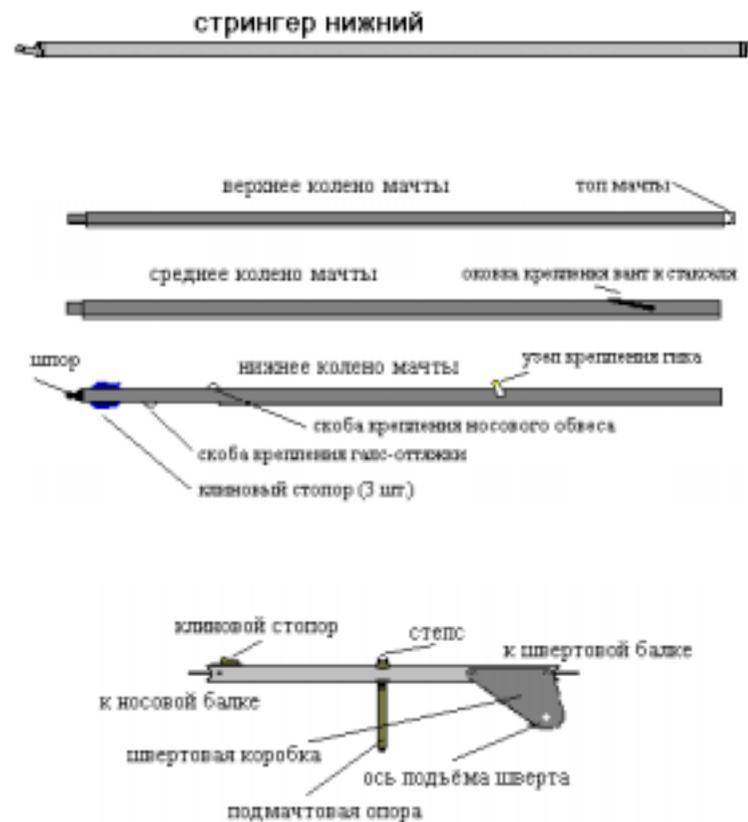
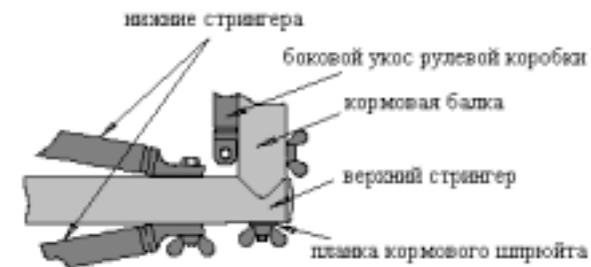

рис.2. Элементы рамы катамарана.
рис.7. Крепление кормовой балки.
Определите назначение элементов силовой конструкции катамарана руководствуясь рис.2. и нижеследующим:
8. Оденьте на откидные болты, установленные в носовой и швертовой балках, собранные верхние стрингера. Стрингера должны располагаться таким образом, чтобы стопора (винты крепления соединительной втулки) оказались сверху и рядом со швертовой балкой (рис.2.).
10. Установите рулевую подвеску на кормовую балку. Для этого откидные болты, закрепленные в боковых укусах рулевой подвески, закрепите на кормовой балке (рис.2.,рис.7.). Подложив шайбы, зафиксируйте гайками-барашками.
11. Установите кормовую балку (рис.7.) Наденьте на откидные болты планки кормового шпрюйта (шпрюйта гика-шкота в сборе с гика-шкотом) и зафиксируйте соединение гайками-барашками.